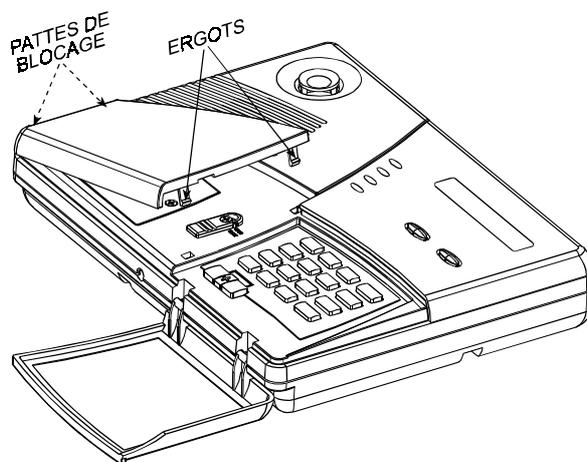
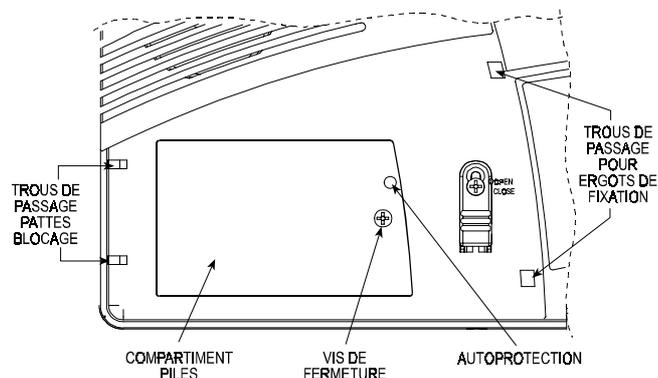
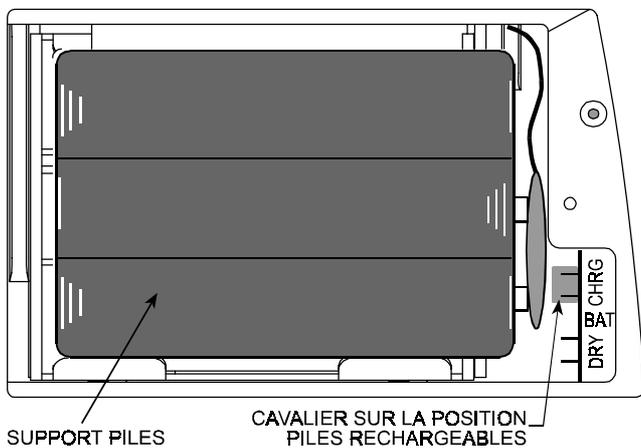

Figure 2. Enlever le couvercle piles
Figure 3. Couvercle piles enlevé
Figure 4. Cavalier Sélection du Type de Piles
C. Soulever le couvercle comme montré dans la Figure 2, ensuite libérer les pattes de blocage à gauche et retirer complètement le couvercle de son emplacement (voir Figure 3).
D. Dévisser la vis de fermeture (voir Figure 3) et enlever le cache plastique. Maintenant vous avez accès aux piles (voir Figure 4).
E. Positionner les piles dans le compartiment et placer le cavalier "CHRG" sur les 2 picots pour maintenir en charge les piles (voir Figure 4). La position "DRY" est à utiliser pour des piles non rechargeables.